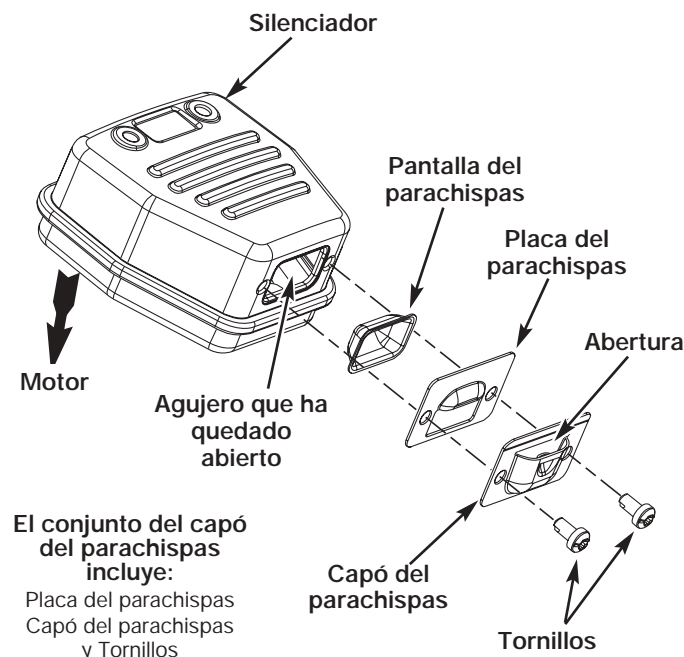

Fig. 26
2. Localice el silenciador, pero no lo quite. Busque los dos (2) tornillos en la parte inferior del silenciador (Fig. 26). Estos dos tornillos unen el conjunto de deflector de escape y la pantalla del parachispas a la parte inferior del silenciador. Quite los dos (2) tornillos usando una llave torx No. 20 o un destornillador plano.
6. Coloque la placa del parachispas encima del parachispas con el lado "levantado" hacia arriba mirando al motor (Fig. 26).
7. Coloque el capó del parachispas encima de la placa del parachispas con el lado "levantado" hacia arriba y la apertura mirando en dirección CONTRARIA al motor (Fig. 26). Asegúrese de que el escape se dirija en dirección CONTRARIA al motor.